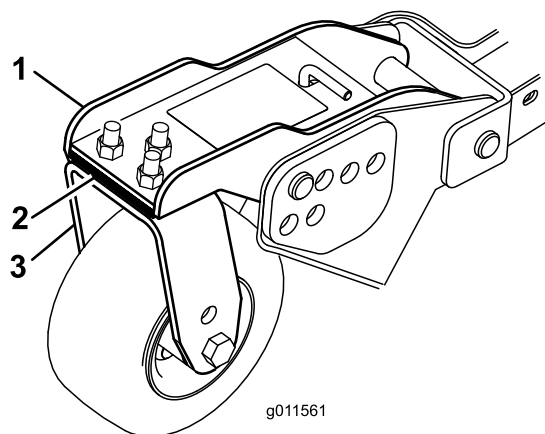

Figura 29
3. Ajuste los suplementos de 3 mm de las horquillas de las ruedas giratorias delanteras hasta que la altura de corte se corresponda con la marca de la pegatina (Figura 29).